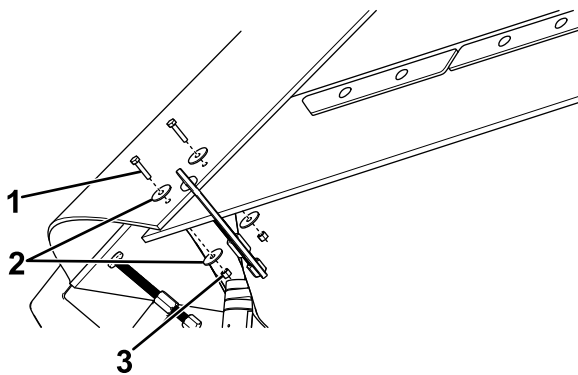

Figura 7
8. Perfore un taladro de 9.5 mm (3/8") a través de la banda, y sujete las 2 secciones entre sí usando un perno (1/4"), 2 arandelas grandes y una contratuerca de nylon (1/4"), como se muestra en la Figura 7.
10. Sujete las 2 secciones entre sí usando un perno (1/4"), 2 arandelas grandes y una contratuerca de nylon (1/4"), como se muestra en la Figura 7.